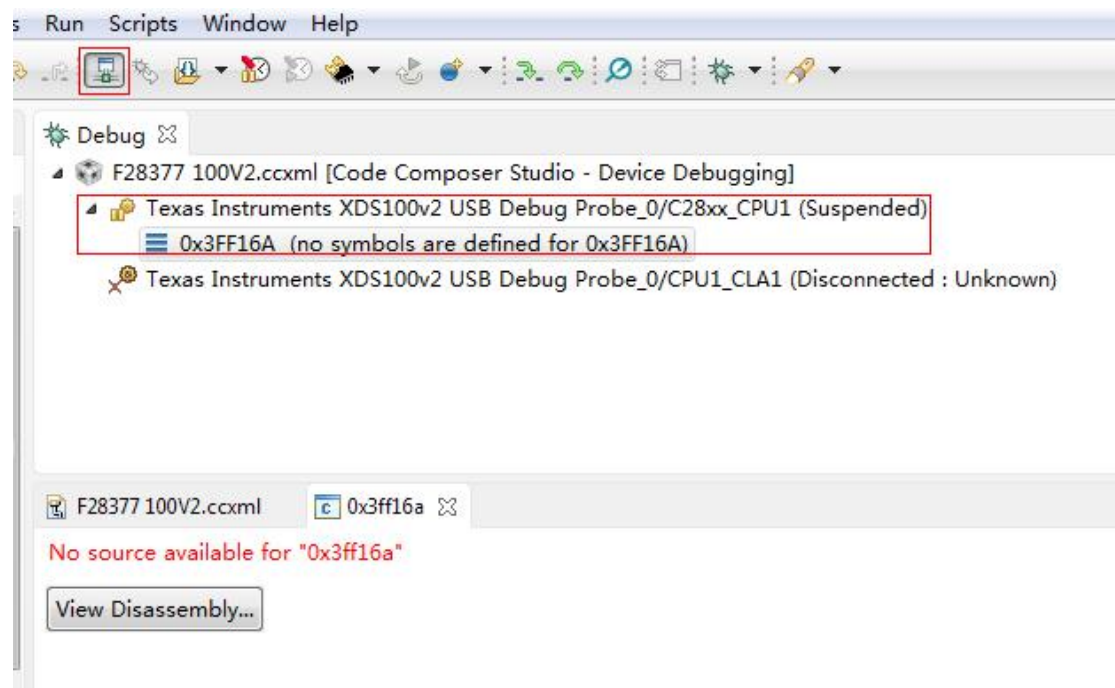

图 3-9-1 连接界面
- (1) 首先将 CCS6.1 开发环境打开;
- (2) 接着把仿真器的 USB 与电脑进行连接, 将仿真器的另一端 JATG 端插到 YX-F28377 开发板的 JATG 针处 (注意仿真器插入方向, 请仔细核对防差错针的位置);
- (3) 连接目标板, 出现如下图 3-9-1 则表示连接成功;